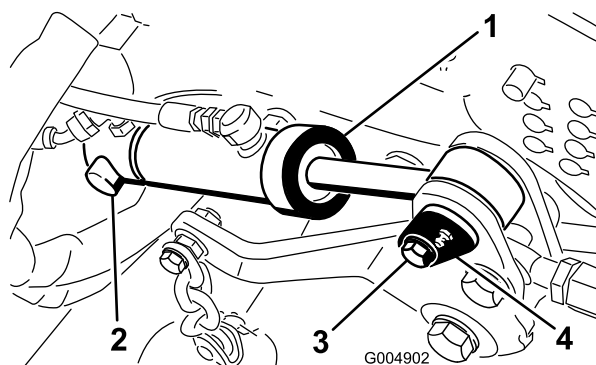

Figura 89
45. Montate la parte posteriore del cilindro di sollevamento del piatto sul perno di articolazione e fissate con l'anello di ritenuta (Figura 89).
46. Fissate la parte anteriore del cilindro di sollevamento al telaio del tosaerba con un perno del cilindro e una vite (Figura 89).